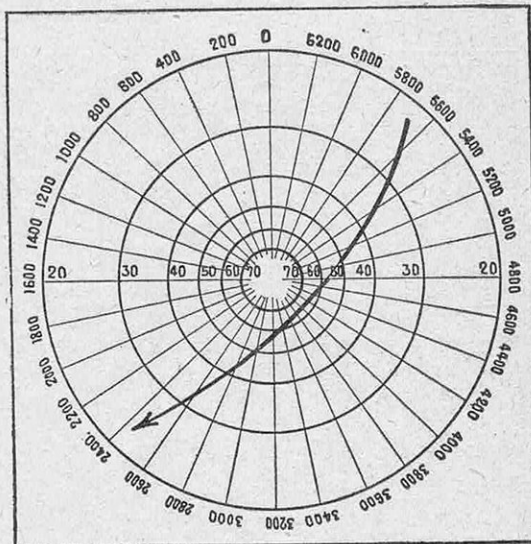

FIG. 19. — RÉDUCTION D'UN GRAPHIQUE DES COTANGENTES SUR LEQUEL A ÉTÉ TRACÉE, D'APRÈS LES DONNÉES DE L'ÉCOUTE, UNE ROUTE D'AVION
Pratiquement, on utilise pour les tracés de route des canevas appelés « graphiques » de cotangentes (1) dont la figure 19 représente la réduction d'un spécimen et constitués essentiellement par des cercles concentriques correspondant à des sites variant de 10 en 10 degrés et une série de rayons correspondant à des azimuts variant entre 0 et 6 400 millièmes de 200 en 200 millièmes par exemple. Dès lors, il est extrêmement simple, si l'appareil d'écoute, préalablement orienté, est muni d'un dispositif donnant par simple lecture l'azimut et le site sous lesquels il suit un avion, de reporter presque instantanément ces données sur le graphique. A chaque groupe de mesures lues, par exemple 63°, 4 300 millièmes, correspond sur le graphique un *pointé* aussitôt effectué grâce aux nombreuses mailles du canevas qui permettent, avec un minimum d'entraînement, de situer avec facilité et précision le point figuratif. Ainsi, à une route suivie par un avion et repérée par les lectures de site et d'azimut, correspond, sur le graphique des cotangentes, une route obtenue en reliant les pointés successifs.